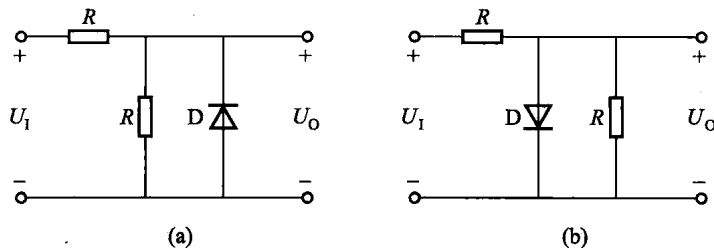

图 14.3.6 练习与思考 14.3.7 的图
14.3.7 在图 14.3.6 所示的两个电路中,已知直流电压 $U_1 = 3$ V, $R = 1$ k Ω ,二极管的正向压降为 0.7 V,试求 U_0 。
解:在图 14.3.6(a)中,二极管 D 因承受反向电压而截止,输出电压取决于与之并联的电阻 R 上的电压,此时
在图 14.3.6(b)中,二极管 D 因正向偏置而导通,输出电压被钳位,此时